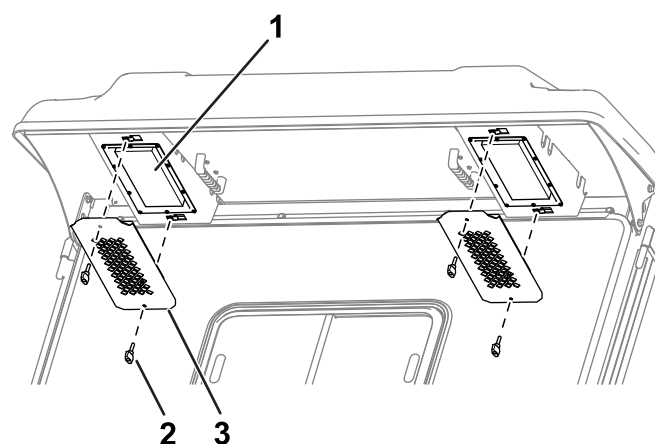

Bild 84
1. Entfernen Sie die Drehknöpfe und Roste vom hinteren Überhang der Kabine (Bild 84).
4. Verwenden Sie die Drehknöpfe und Roste, um die Filter in die Kabine einzubauen (Bild 84).